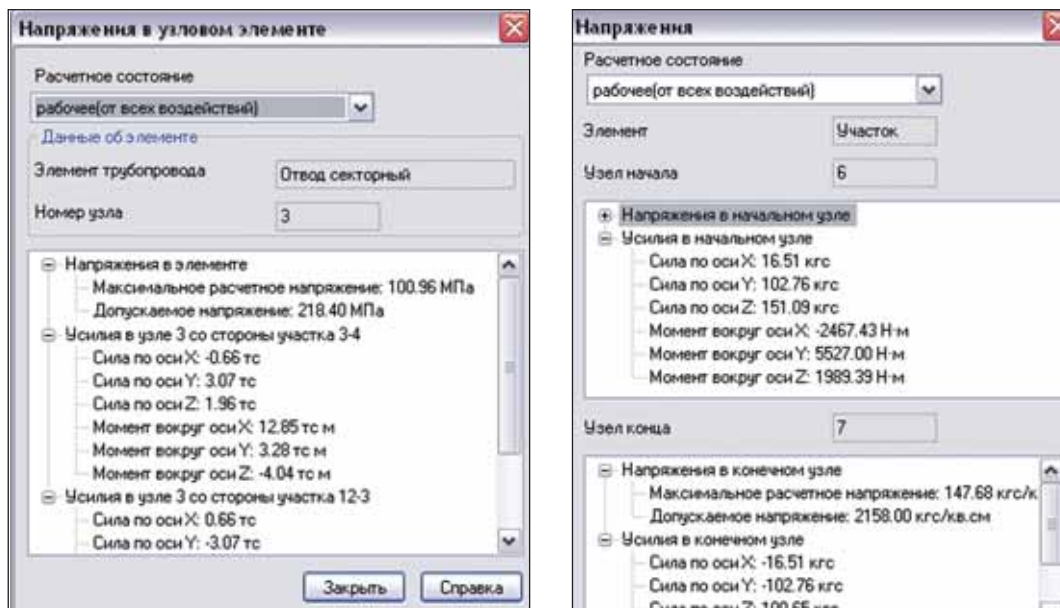

Рис. 5. Диалоги вывода напряжений в деталях и участках трубопровода
- Улучшен диалог вывода напряжений в деталях трубопровода. Добавлены усилия на всех примыкающих участках, данные представлены в более удобном виде (рис. 5).